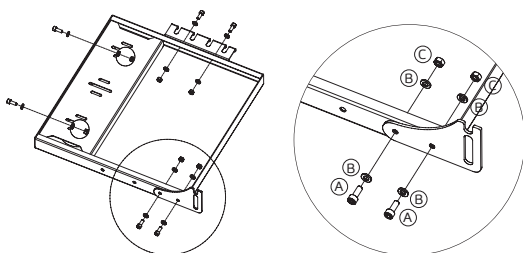

Рис. 22.
Взять столик с подстаканниками (поз. 5) установить кронштейн столика (поз. 8), крючок столика (поз. 7), опорную планку (поз.6) используя винты (А), шайбы (В), гайки (С) (рис. 22).
- Взять собранный столик/столики с прикрепленным кронштейном (согласно рис. 22/23) совместить пазы в кронштейне с выступающими винтами на ножке с задней стороны жаровни.